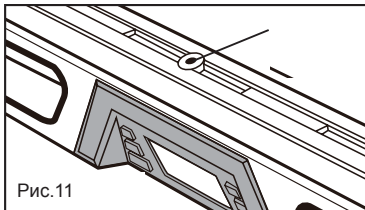

Рис.11
Использование электронного уровня на штативе (Рис. 11, 12 и 13)
- 2) Установите уровень на штатив при помощи отверстия под штатив 1/4", расположенного в центре рабочей поверхности уровня (смотрите рис.11).